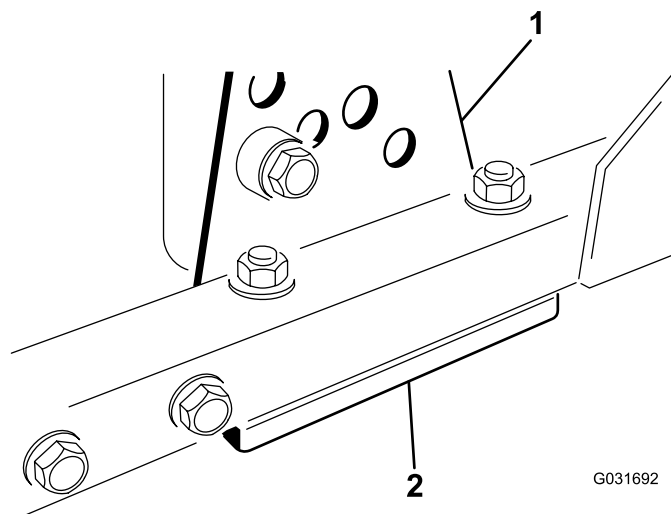

Bild 15
1. Entfernen Sie die Schnitthöhen-Einstellhalterung (vorne, links oder rechts) vom Mähwerkrahmen (Bild 15).
2. Führen Sie 1,5-mm- und/oder 0,7-mm-Beilagscheiben zwischen dem Mähwerkrahmen und der Halterung ein, um die gewünschte Schnitthöhe zu erhalten (Bild 15).